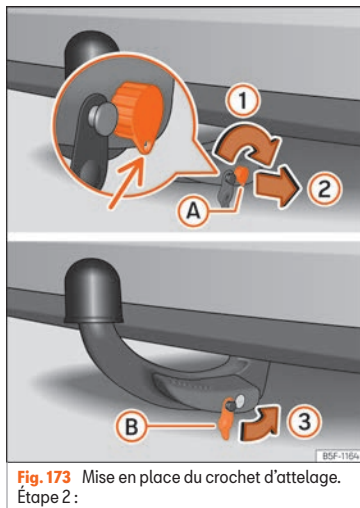

Fig. 173 Mise en place du crochet d'attelage.
- Tourner la clé d'un demi-tour vers la droite, jusqu'à ce que le trou de la clé soit orienté vers le bas » fig. 173 (1).
- Retirez la clé (2).
- Placer le cache (B) dans la serrure (3) » fig. 173 » 1.